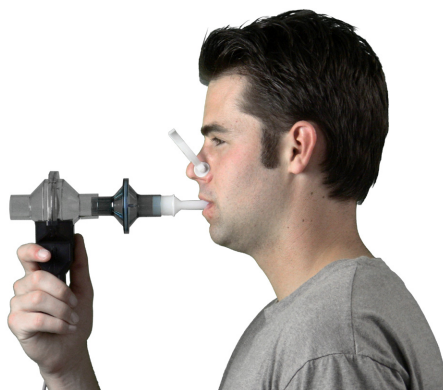

Fig. 13.14 Mantener el transductor derecho durante todo el proceso
- Mantener el transductor de flujo vertical y en una posición constante (Fig. 13.14).